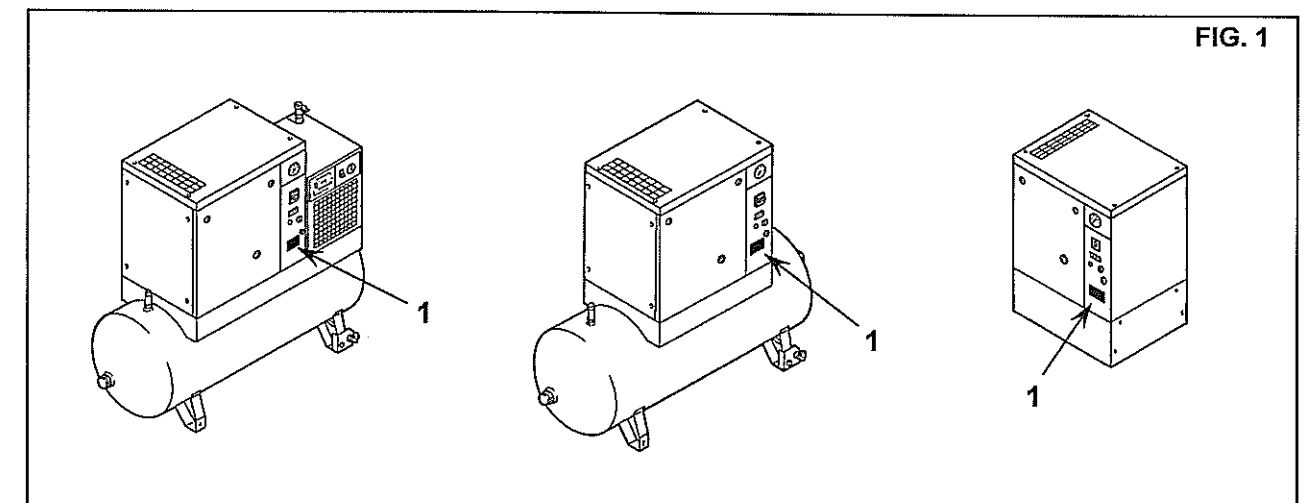

FIG. 1
1) Colocación placa de identidad Fig. 1